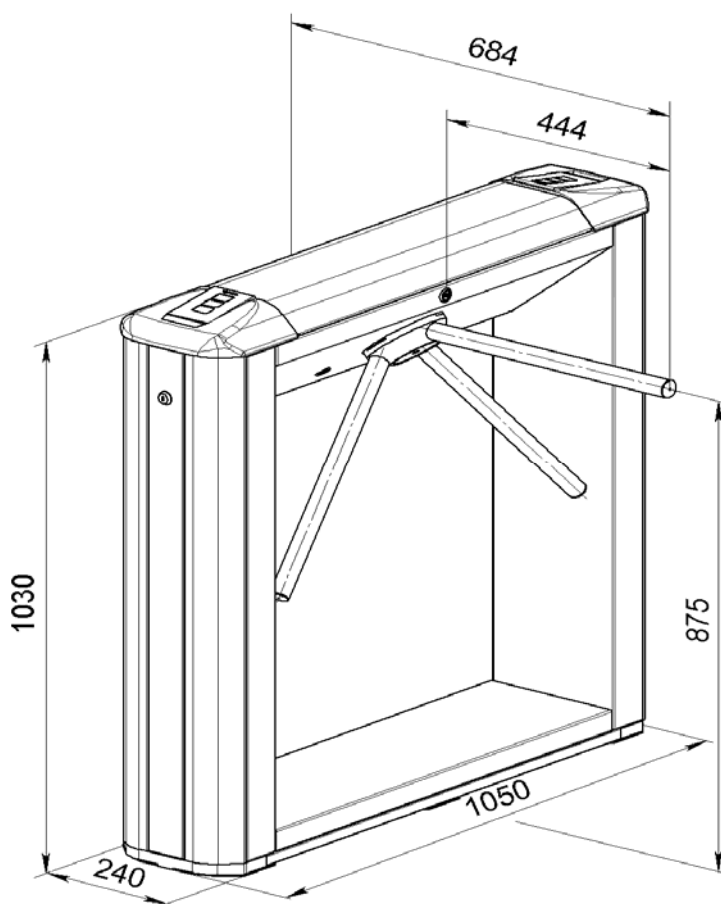
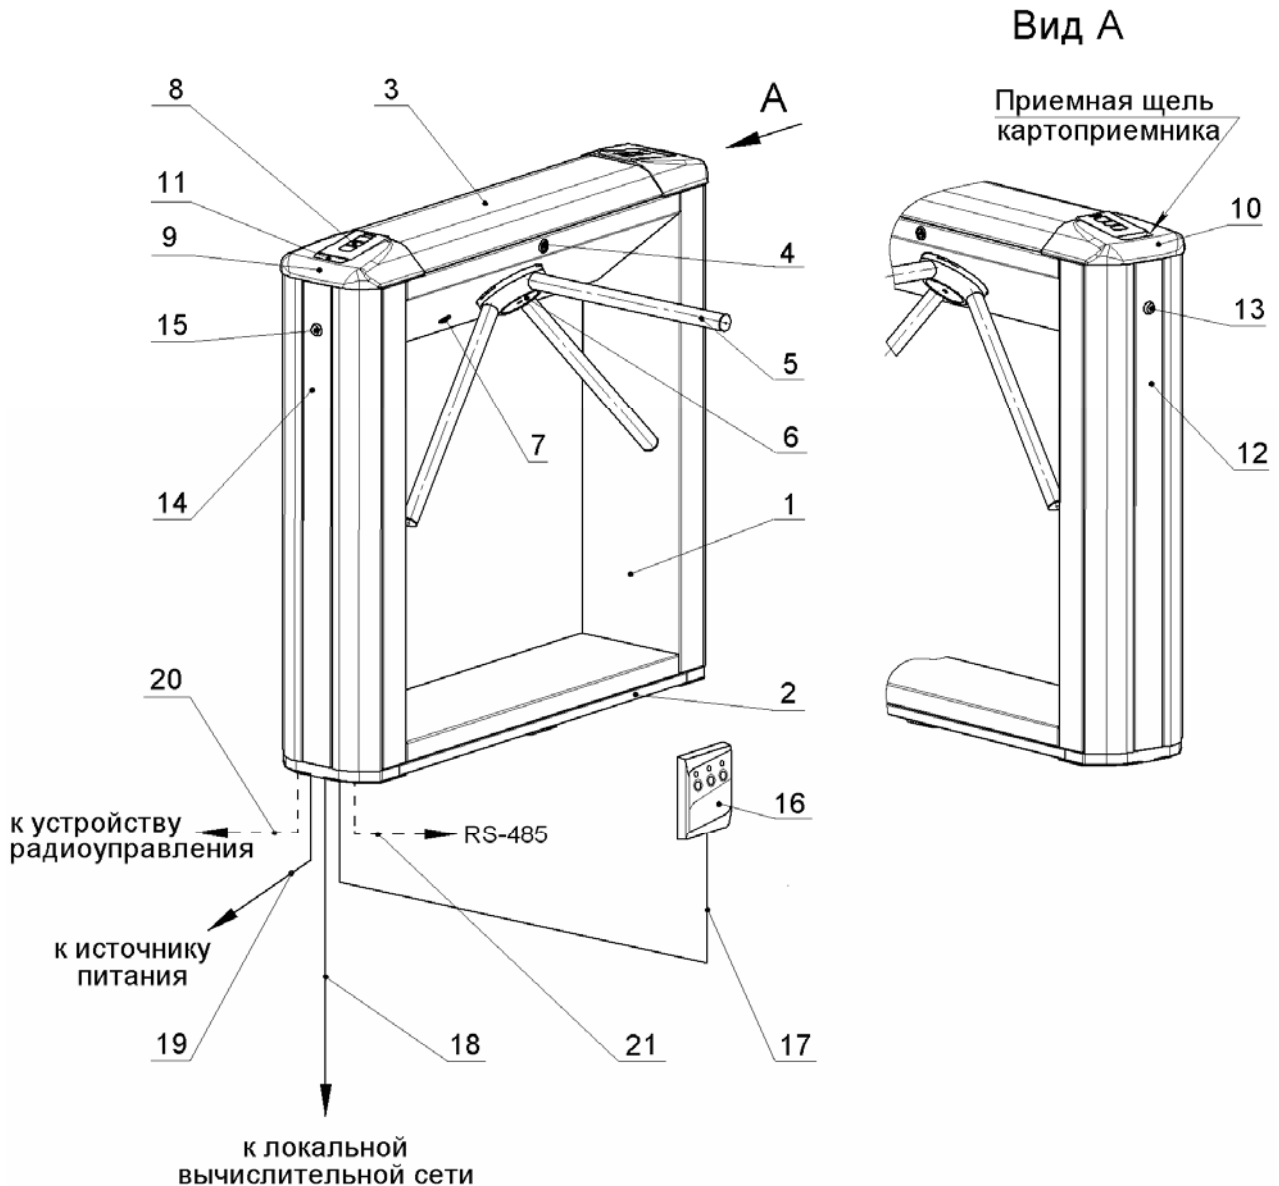

Рисунок 1 Габаритные размеры PERCo-KTC01.3
Рисунок 2 Устройство ЭП
5.2.1 Устройство ЭП показано на рис. 2. Номера позиций в тексте *Руководства* указаны в соответствии с рис. 2.
ЭП состоит из стойки со встроенными в нее контроллером, двумя считывателями и картоприемником, трех преграждающих планок и пульта управления (см. рис. 2, позиции 1-3, 5 и 16). Стойка крепится к полу четырьмя анкерами через отверстия в основании (2). Габаритные размеры ЭП показаны на рис. 1.